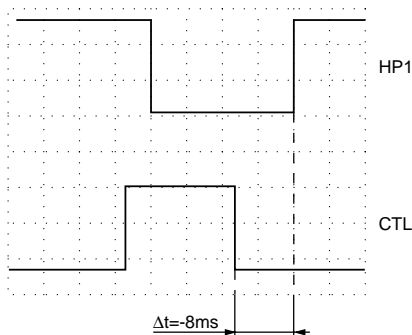

Fig. 23
- A l'aide de la touche \ominus \oplus régler l'intervalle de temps entre l'impulsion de commutation de têtes et le flanc ascendant de l'impulsion de synchronisation CTL à $\Delta t = -8ms$ (Fig. 23).
- With the \ominus \oplus button set the time interval between the head switching pulse and the rising edge of the CTL pulse to $\Delta t = -8ms$ (Fig. 23).